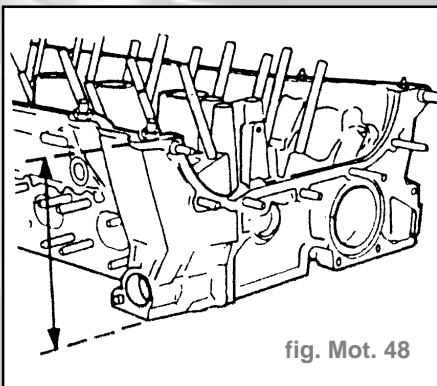

fig. Mot. 48
- Contrôler la hauteur de la culasse (fig. Mot. 48) (mm) :